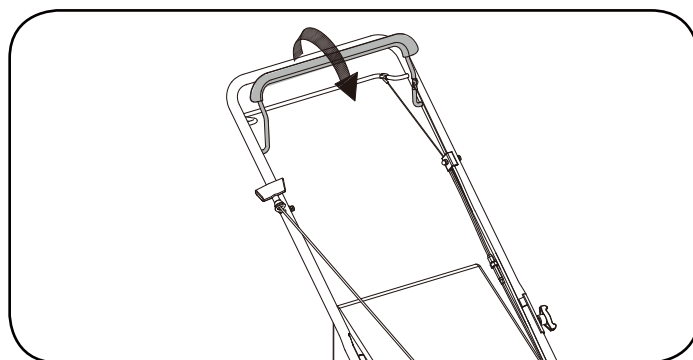

Figura 16
1. Suelte el control de la cuchilla para detener el motor y la cuchilla. Figura 16